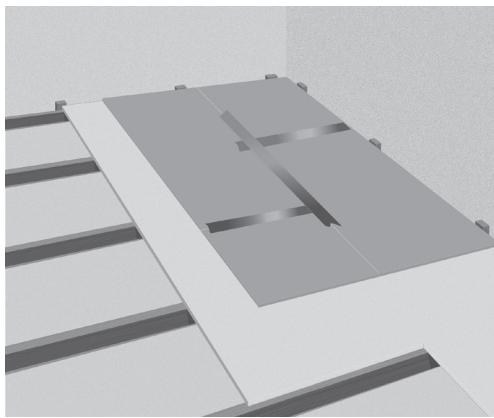

Abb. 4. Verlegung der Unterlage
**6.** Installieren Sie die Unterlagsplatten, z. B. Reflektor-Platten von Heatcom (Abb. 4). Der gesamte Unterboden ist abzudecken. Die Unterlagsplatten sollten in einem Tessellation-Muster installiert werden und die Verbindungen zwischen den Platten sollten geklebt werden, um ihre Position zu sichern.